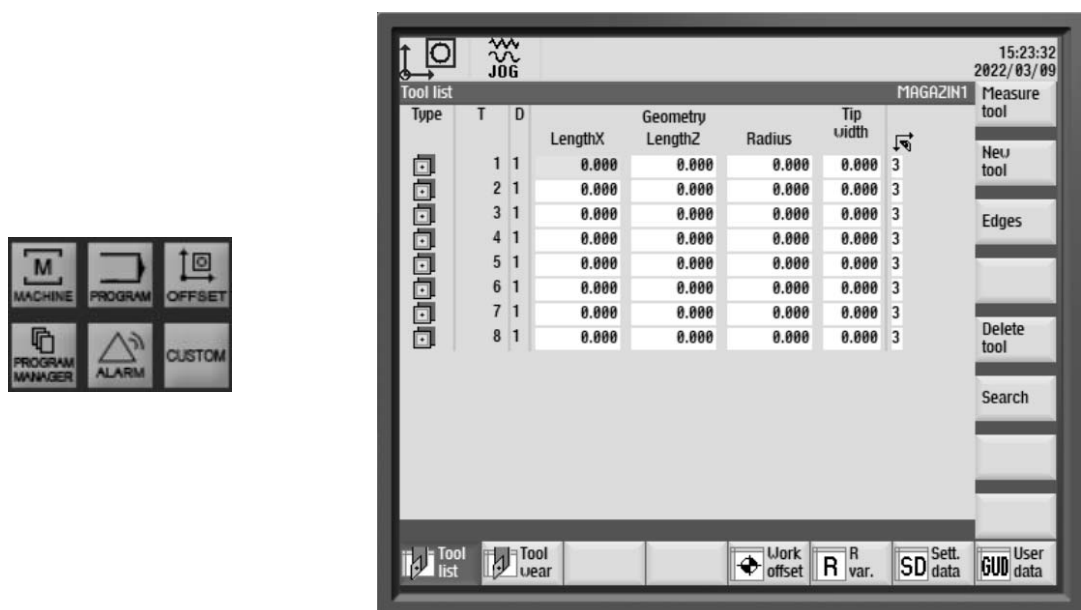

Рисунок 2.19 – Окно параметров привязки инструмента
10.1 В режиме «JOG» нажать клавишу «OFFSET» (рисунок 2.19).
При необходимости произвести удаление инструментов из меню «Tool list» (клавиша «Delete tool») и создать новые инструменты (клавиша «New tool») (см. рисунок 2.19).